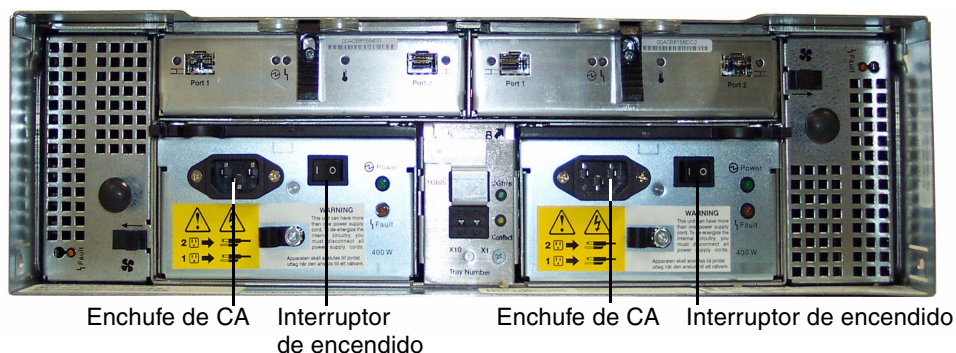

FIGURA 3-21 Panel trasero del armario de expansión
2. Asegúrese de que los interruptores de encendido se encuentran en la posición Off y a continuación, conecte los dos cables de alimentación de CA a la parte trasera de cada armario de expansión (consulte FIGURA 3-21).